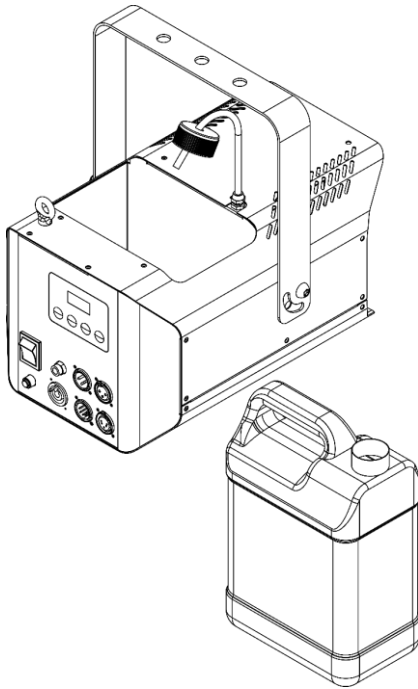

Fig. 10
- 04) Placez le réservoir de liquide sur une surface plane près de l'appareil, comme indiqué sur la Fig. 10.